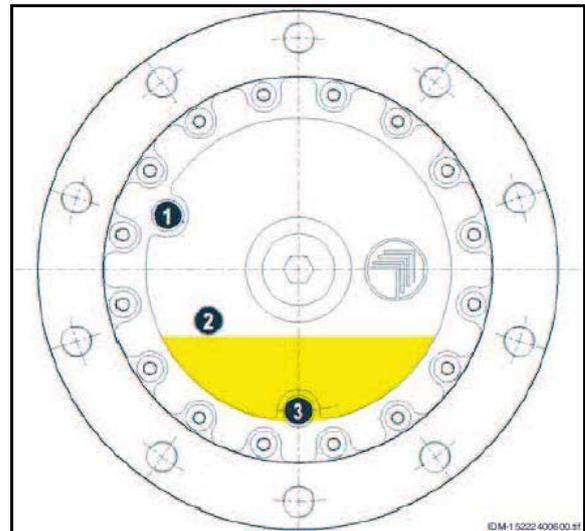

Fig. 176
- Det må påses at løftejekken sitter sikkert i hylsen (Fig. 176/1).